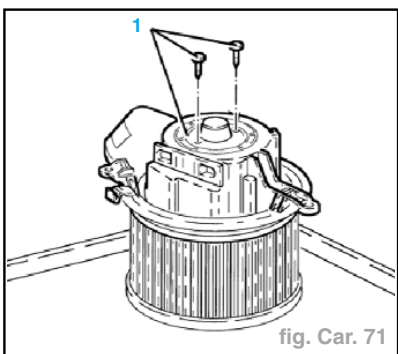

fig. Car. 71
- Sur l'établi, dévisser les vis et séparer le ventilateur électrique (1) (fig. Car. 71).